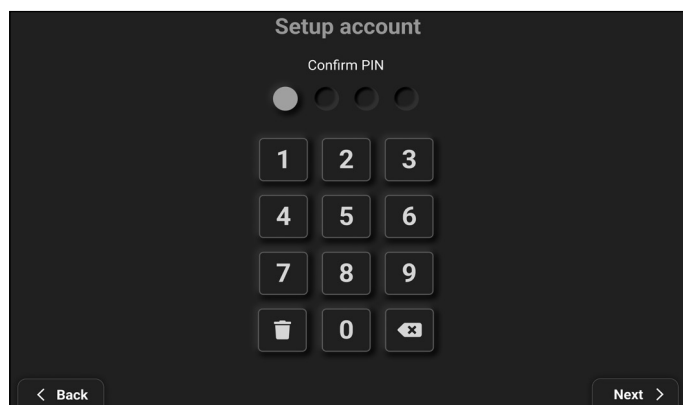

Abbildung 17
6. Bestätigen Sie Ihre neue PIN (**Abb. 17**).